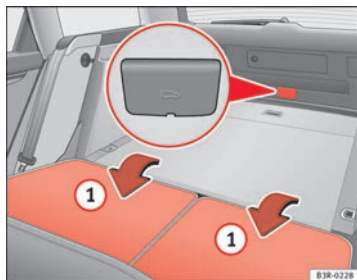

Fig. 75 Vue de l'arrière du véhicule et du coffre à bagages : accès au déverrouillage d'urgence
- Rabattez les deux dossiers de sièges ① ⇒ fig. 75.